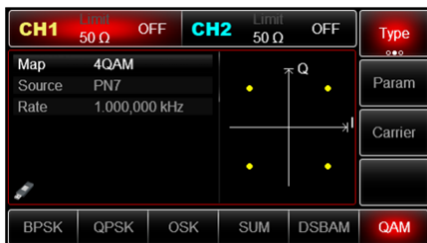

Рис. 82 Выбор квадратурной амплитудной модуляции (QAM) в списке доступных видов модуляции
- Порядок квадратурной амплитудной модуляции Map – выберите 64QAM из списка доступных порядков. Обратите внимание, как при этом изменилось сигнальное созвездие на экране прибора (рис. 82).